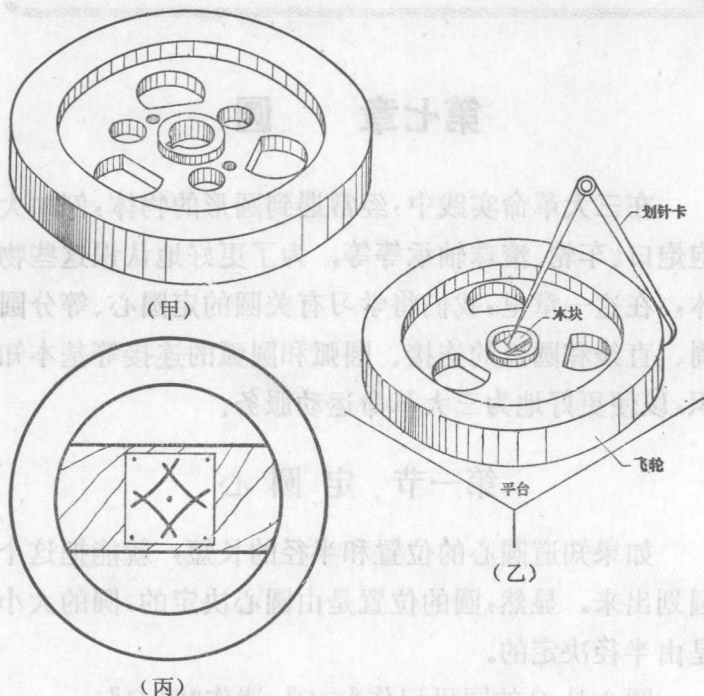

图 7-1
红心农机修造厂的广大工人，遵循伟大领袖毛主席关于“农业的根本出路在于机械化”的教导，积极为手扶拖拉机生产配套的 195 型柴油机。图7-1(甲)
(1) 在零件的中空处塞一木块，木块上钉一金属片；
(2) 在零件边缘取大致相对的四点，分别以这四点为圆心，以零件所要求的半径长为半径，用划针卡划四条圆弧〔图 7-1 (乙)〕；
(3) 如果四条圆弧交于一点，那末这点就是所要定的圆心；如果四条圆弧不交于一点〔图 7-1 (丙)〕，在围成部分的中间取一点，这点就是所要定的圆心。